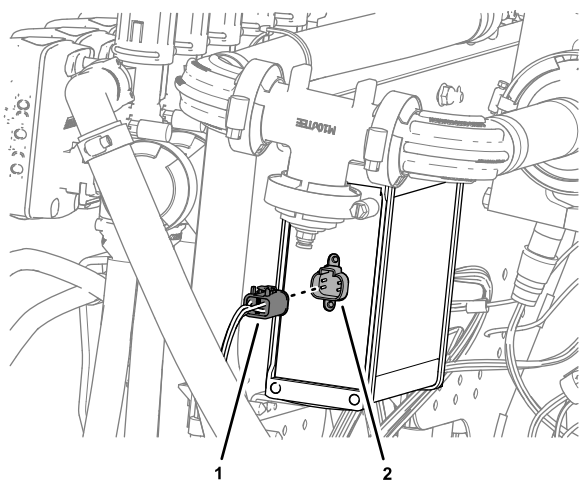

Figura 135
4. Insira o conector de quatro tomadas rotulado PARA ASC 10 (o asc 10) no conector de quatro pinos do controlador de pulverização ASC 10 (Figura 135).